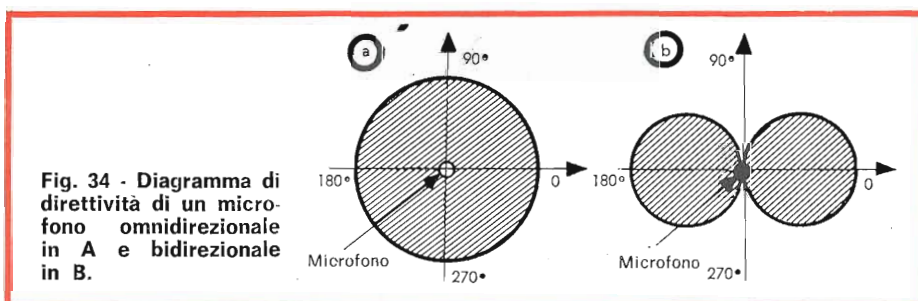

Fig. 34 - Diagramma di direttività di un microfono omnidirezionale in A e bidirezionale in B.
a) **I microfoni omnidirezionali** - fig. 34 - possono captare le onde sonore in tutte le direzioni. Esso viene utilizzato per registrazioni di suono d'orchestra (come microfono unico) o per riunioni con dibattiti, dove viene posto in mezzo alle persone partecipanti, o anche come microfono d'ambiente.
b) **I microfoni bidirezionali** - fig. 34 possono captare i suoni da due opposte direzioni. Questo è il caso del microfono a nastro dove le due facce sono libere, vi sono anche dei microfoni statici bidirezionali, detti di tipo simmetrico.